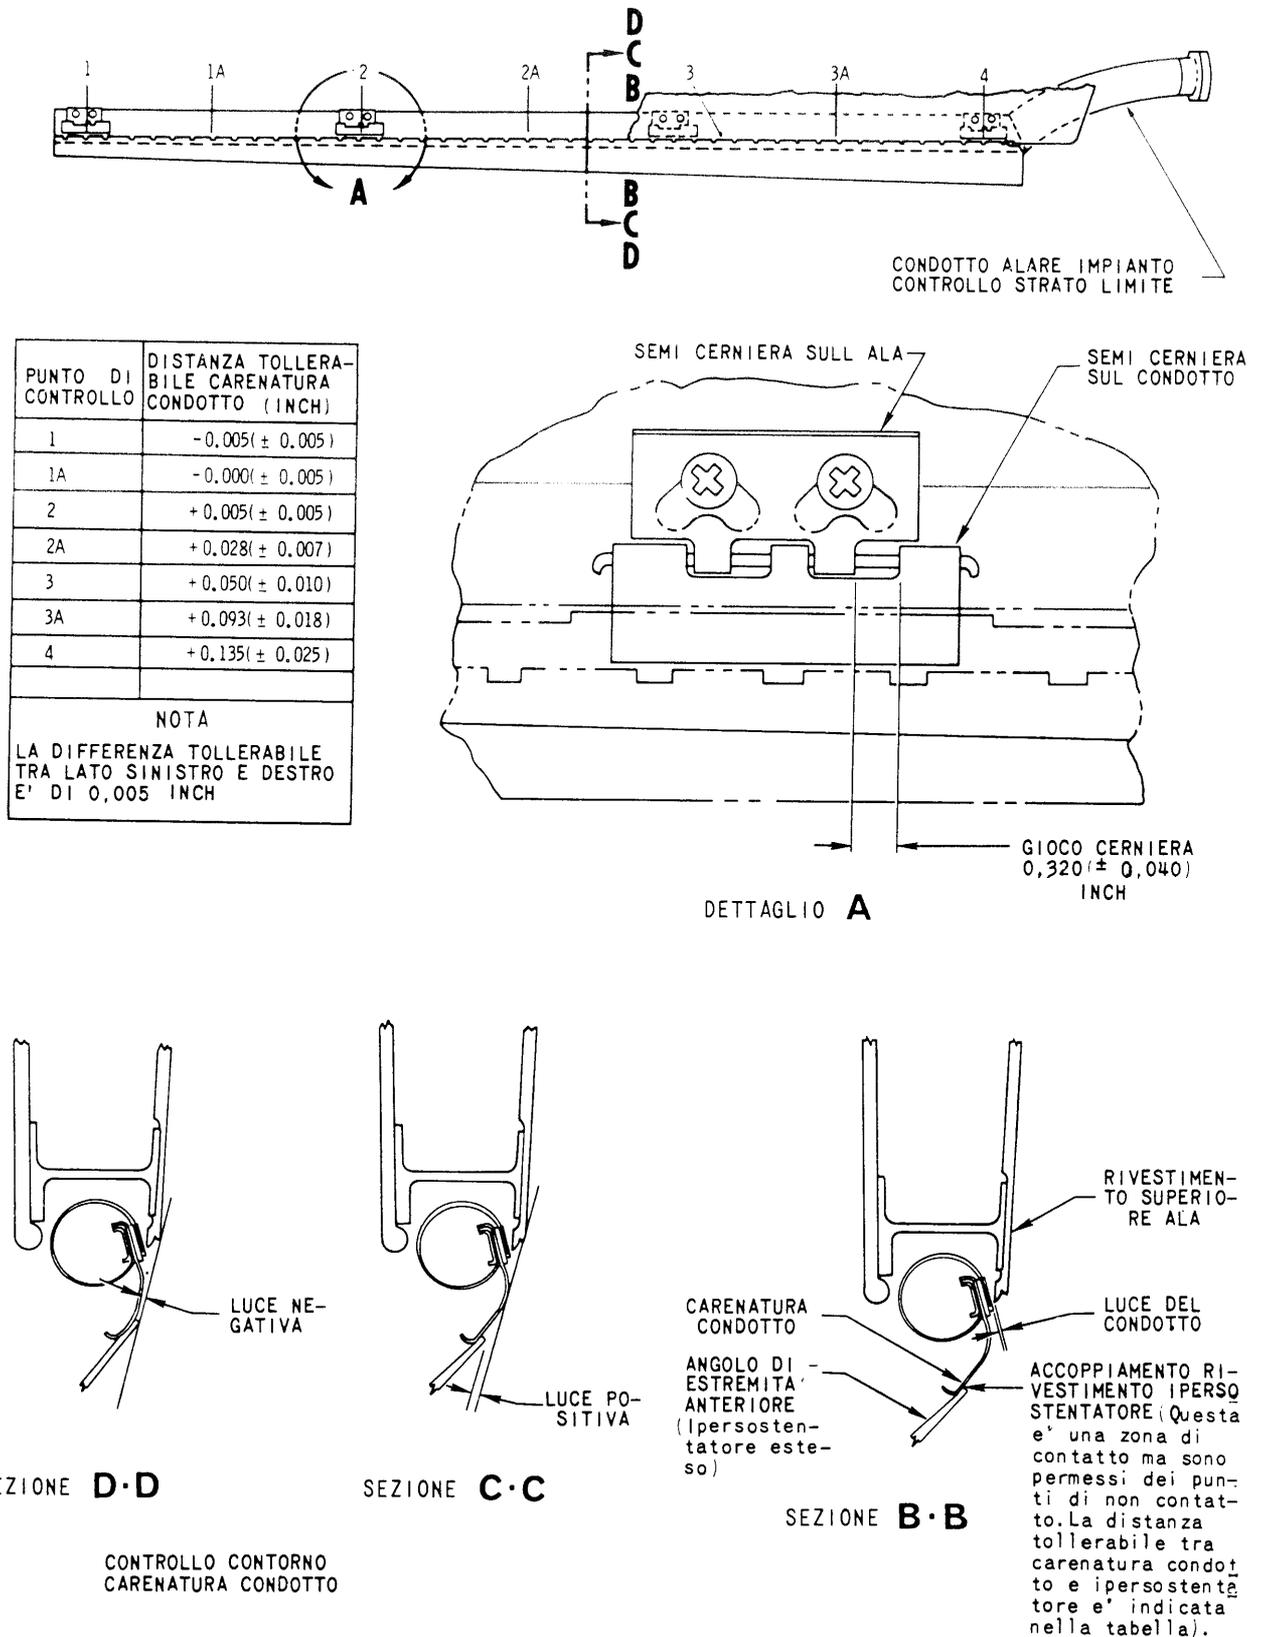

Fig. 3-2. Condotto alare impianto controllo strato limite.
c. Usando uno spessimetro e impiegando singolarmente gli spessori da 0,002-0,006-0,010 e 0,020 inch misurare l'estensione di tutte le luci esistenti tra la carenatura del condotto e il lato inferiore dell'estremità anteriore dell'ipersostentatore nei tratti in cui è possibile inserire ciascuno di questi spessimetri (vedere fig. 3-2).
a. Misurare la luce tra il lato esterno della semicerniera sul condotto ed il lato interno della semicerniera sull'ala in due punti su ciascuna cerniera (vedere fig. 3-2).
c. Misurare l'altezza della carenatura in rapporto al rivestimento superiore dell'ala e al bordo d'entrata dell'ipersostentatore in ciascun punto di controllo come indicato in fig. 3-2.
RISULTATO: gli scostamenti negativi o positivi del profilo della carenatura del condotto devono rientrare entro i limiti indicati nella tabella di fig. 3-2.